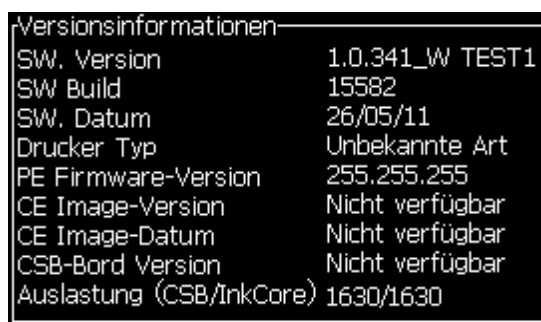

Abbildung 4-15: Versionsinfo
*Version Information* (Versionsinformationen) (Abbildung 4-15) gibt Informationen über Folgendes: